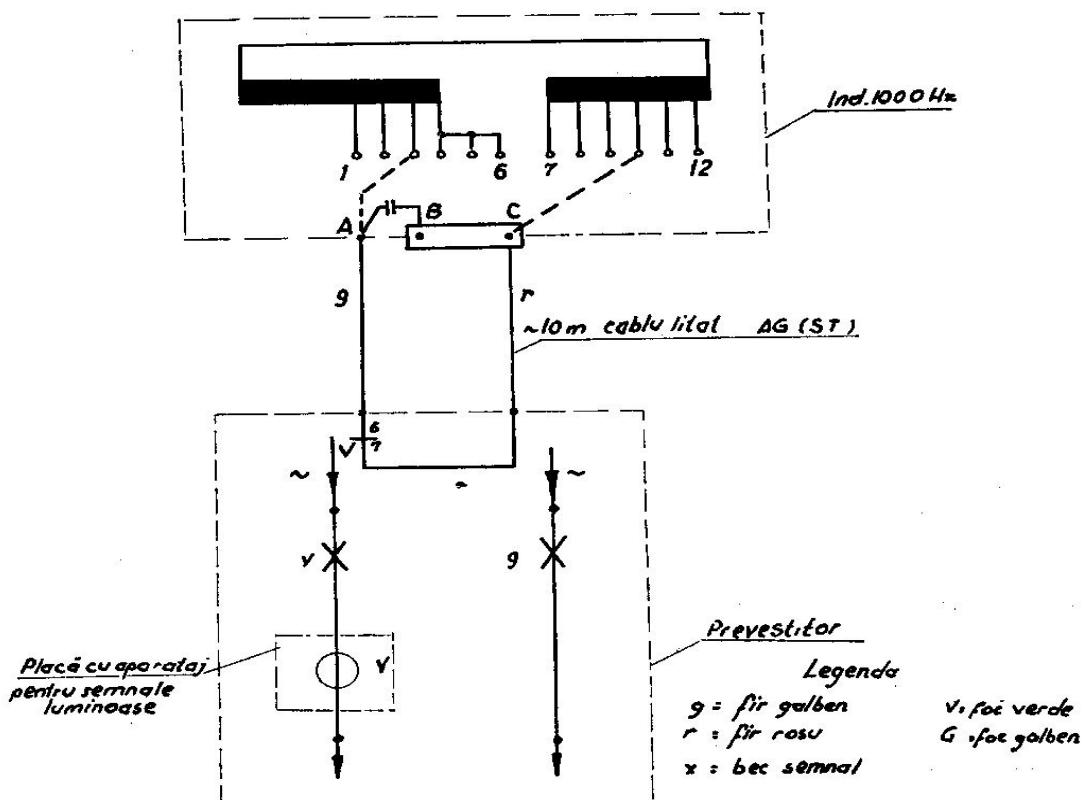

Fig. 47 Schema electrică și conectarea la semnalul prevestitor pe secții fără BLA, echipat cu inductor de cale de 1000 Hz
a) *Semnalul prevestitor pe secții fără B.L. A. echipat cu inductor de cale de 1 000 Hz* (fig. 47).